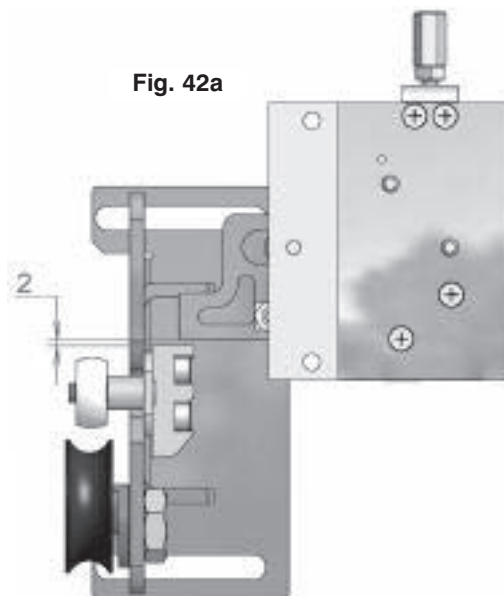

Fig. 42a
- Faire coulisser l'électroserrure jusqu'à mener la tige à proximité de la cale étalon (distance - 2 mm) puis serrer les vis (Fig.42a).